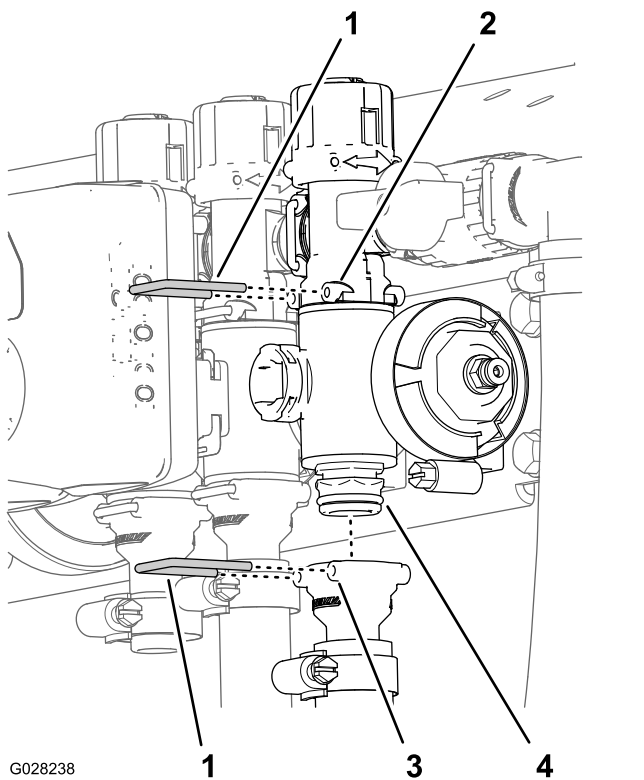

図 75
2. 出口フィッティングを個別ブームバルブ用マニホールドに固定しているリテーナ、およびバルブマニホールドをバイパスフィッティングに固定しているリテーナを外す 図 75。